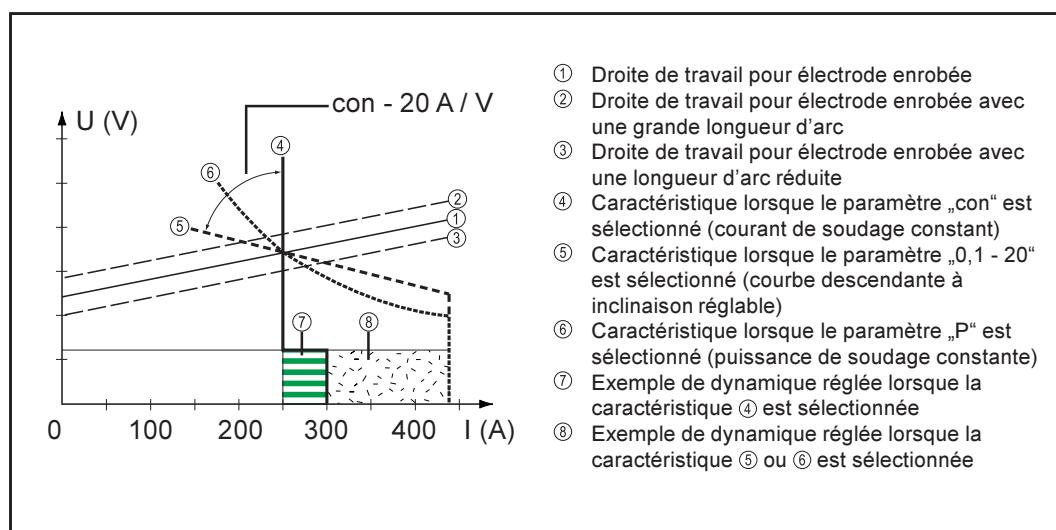

Fig. 34 Caractéristiques sélectionnables avec la fonction EIn
- Si le paramètre "P" a été réglée, la puissance de soudage reste constante indépendamment de la tension et du courant de soudage. Cela donne une caractéristique hyperbolique ⑦ (fig. 34).